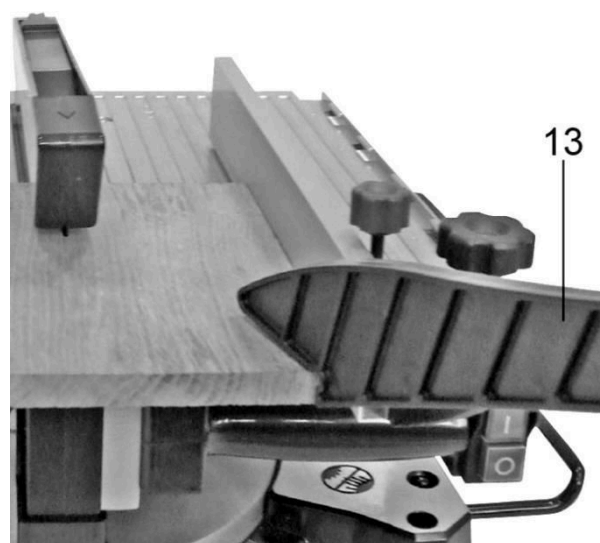

Рис. 10
- Для безопасной подачи заготовки рекомендуется использовать специальный пластиковый толкатель (13)(См. Рис.10). Подача заготовки руками опасна!
- При продольном пилении заготовки установите направляющий упор (18) под прямым углом к пильному диску
- Для этого отпустив винт (20)(См. Рис.10) поверните транспортир и совместите метку 90° с указателем угла. Проконтролируйте при помощи угольника или угломера выбранное положение. Если показания указателя не соответствуют реальному углу, выставленному по угольнику, отрегулируйте положение указателя.